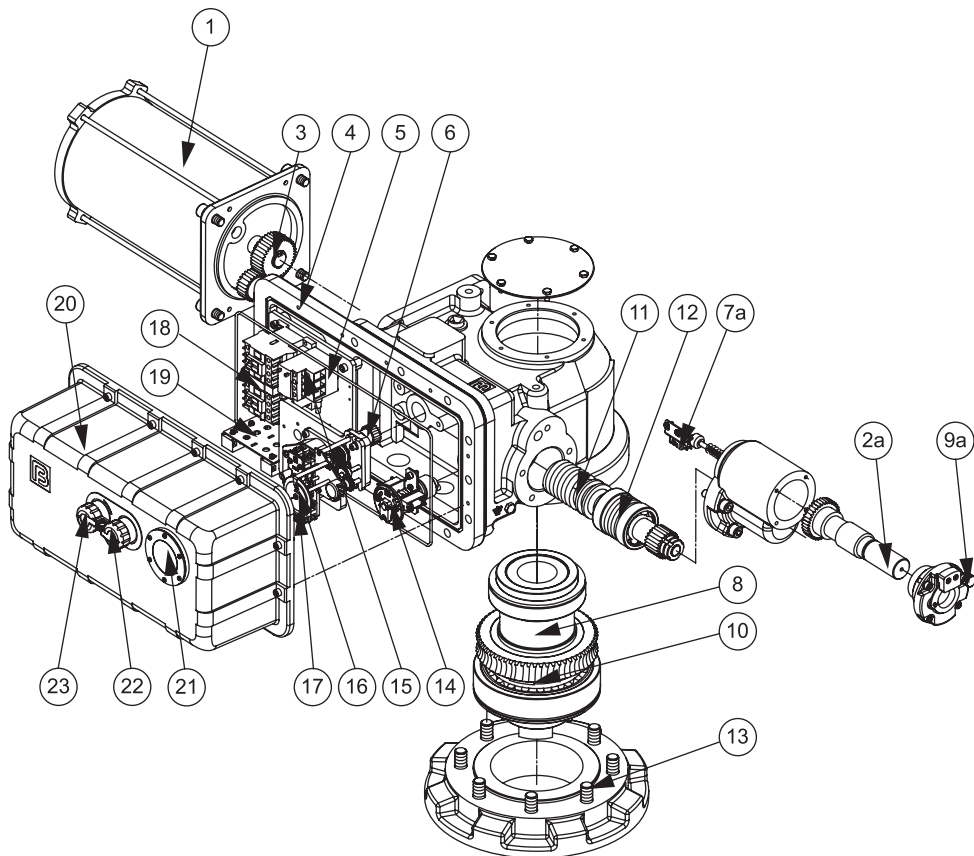

Рис.5 Интегрированные электроприводы серии ГЗ-В, ГЗ-Г, ГЗ-Д КС (без контроллера)
2.2 Электроприводы серии ГЗ-В, ГЗ-Г, ГЗ-Д КС (рис. 5)
При пуске электропривода вращение от электродвигателя (1) (рис. 5) передается выходному валу (8) через прямозубую цилиндрическую шестерню (3), червячный вал (11) и червячное колесо (10). Через переходной вал (6) вращение также передается на ограничитель хода выходного вала (17) и индикатор положения затвора арматуры (16), что позволяет автоматически выключаться электродвигателю (1) при достижении электроприводом заданных параметров.